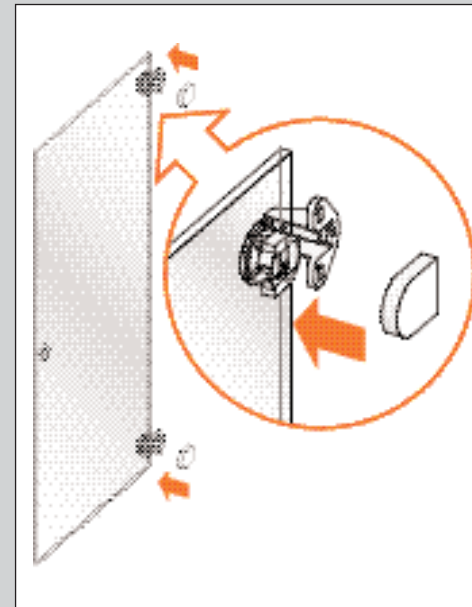

ABBILDUNG 25
- Setzen Sie die metallfarbene Abdeckkappe auf das Scharnier (siehe Abb. 25).